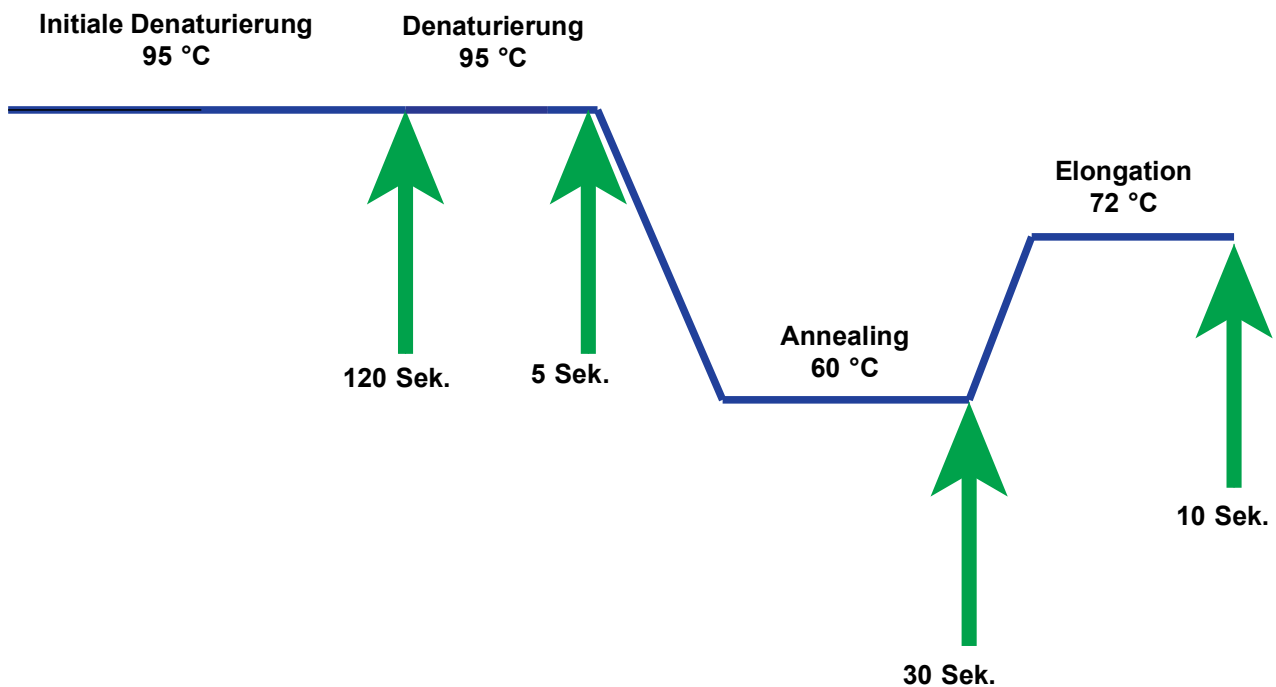

Abbildung 3-1. Schema eines Beispiel-PCR-Zyklus für das I-CORE Heiz- und Gebläsekühlmodul (Dauer der Temperaturphasen nicht maßstabsgerecht)
5. Es startet die RT-PCR- (wenn erforderlich) und die PCR-Zyklen sowie die Echtzeitdetektion (siehe Abbildung 3-1).
Der in Abbildung 3-1 dargestellte PCR-Zyklus besteht aus 40 Zyklen, die im I-CORE Modul ausgeführt werden. Die Denaturierungstemperatur beträgt 95 °C, die Annealingtemperatur 60 °C und die Elongationstemperatur 72 °C. Das Modul muss diese Temperaturen über einen bestimmten Zeitraum aufrecht erhalten (siehe Abbildung 3-1). Die initiale Denaturierung findet in einem Zyklus von 120 Sekunden statt. Die Denaturierungs- (5 Sekunden), Annealing- (30 Sekunden) und Elongationsschritte (10 Sekunden) werden 40 Zyklen lang hintereinander durchgeführt, bis die Polymerase-Kettenreaktion endlich abgeschlossen ist.